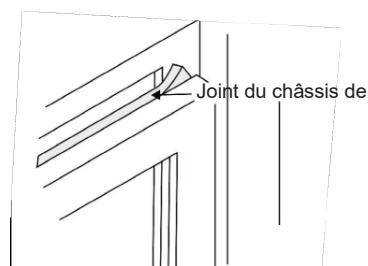

Fig. 18
1. Ajustez le joint de châssis à la largeur de la fenêtre. Insérez-le dans l'espace entre les châssis supérieur et inférieur (Fig. 18).